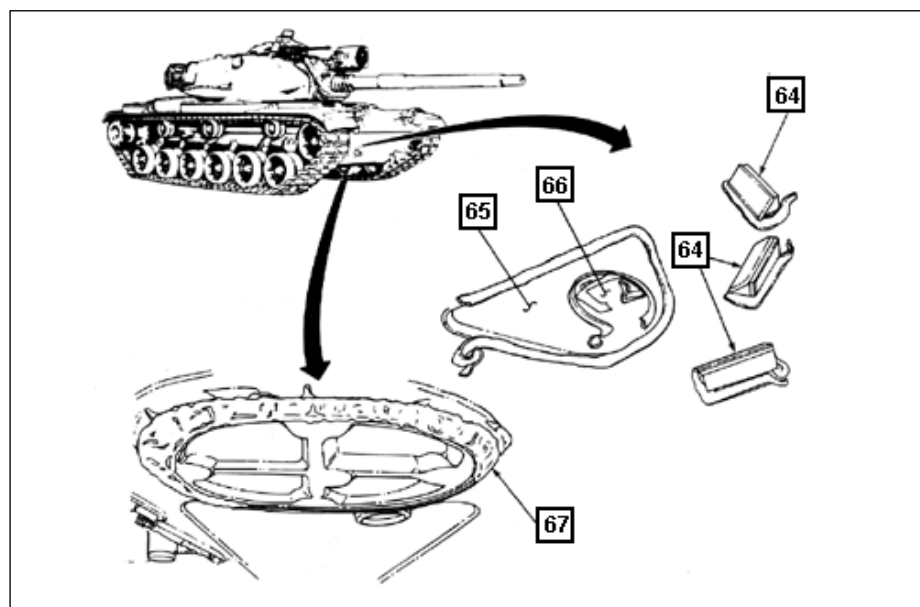

Fig 8-28. Vedação das aberturas do periscópio do Motr e da escotilha de emergência
(19) Aplicar a fita adesiva do "kit" em torno das coberturas dos periscópios do Motr(64), sobre a escotilha do Motr(65) e sobre a cobertura do visor noturno(66). Aplicar produto selante sobre tais fitas adesivas já instaladas. (Fig 8-28)
(20) Aplicar o selante em torno das bordas da escotilha de emergência do Motr(67). (Fig 8-28)
(21) Gire o Can manualmente até posicioná-lo na frente do CC. Travar a torre.